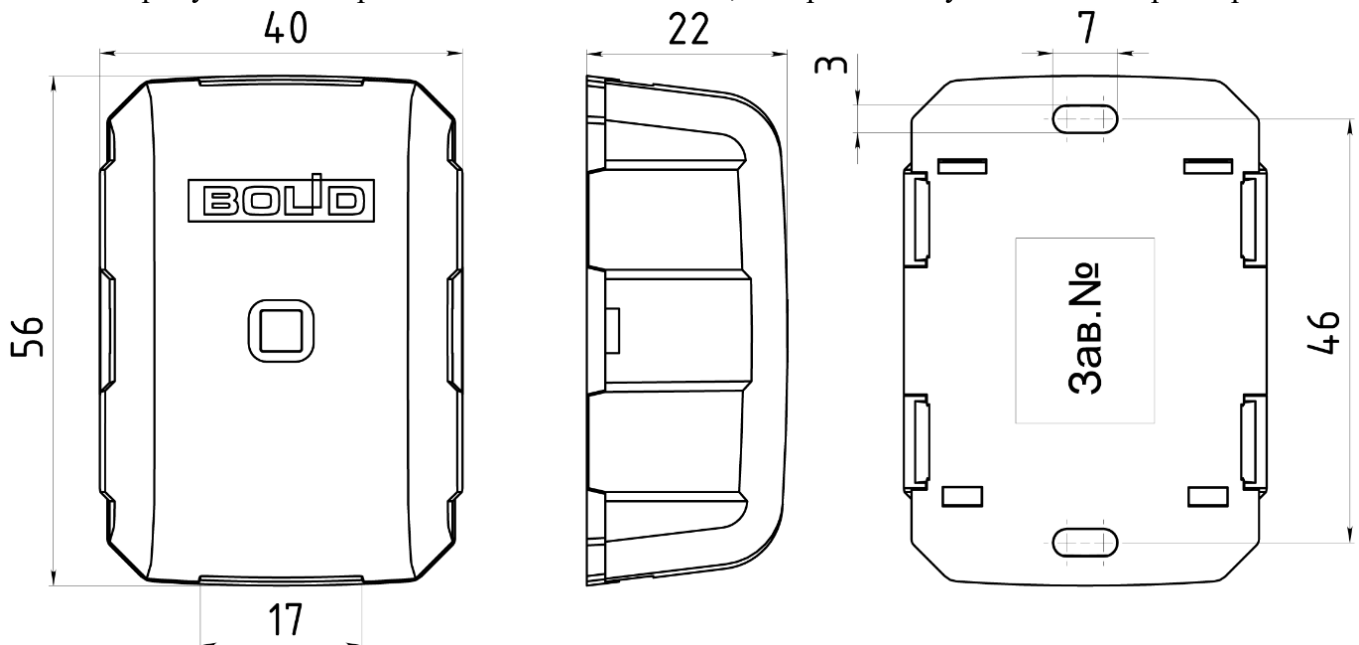

Рисунок 2.2.1. Габаритные и установочные размеры АР2
- 2) просверлите отверстия в соответствии с установочными размерами (рис. 2.2.1);